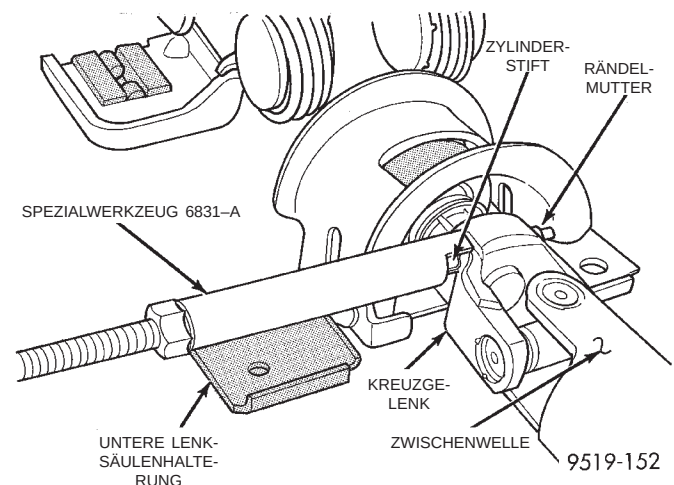

**Abb. 25 Zylinderstift aus dem Kreuzgelenk ausbauen**
(1) Lenksäule ausbauen. Anleitungen und weitere Informationen hierzu finden Sie im Abschnitt "Lenksäule ausbauen" in diesem Kapitel.
(2) Abzieher, Spezialwerkzeug 6831-A, durch die Mitte des Zylinderstifts im Kreuzgelenk schieben und Rändelmutter aufschrauben (Abb. 25).